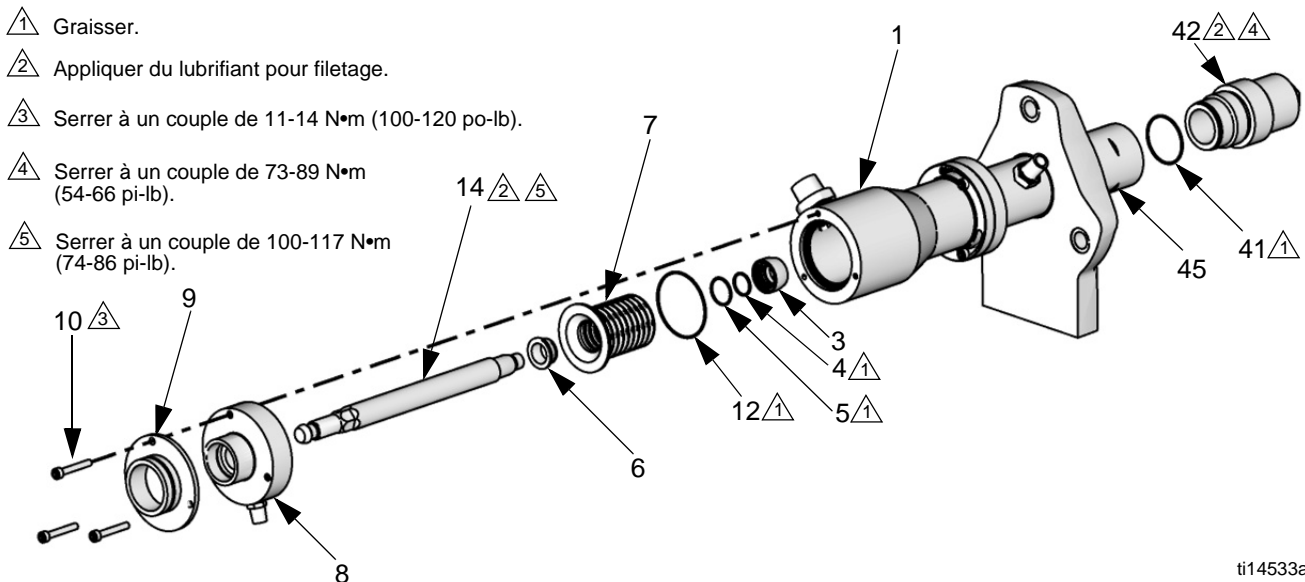

Fig. 6. Remplacer les soufflets.
7. Voir FIG. 6. Tirer sur la tige de raccordement (14) et les soufflets (7) pour les sortir par le haut de la chambre des soufflets (1). Laisser la chambre des soufflets (1) fixée à l'écrou du presse-étoupe.
8. Retirer la douille pour soufflets (6) et les soufflets endommagés (7).
9. Retirer la douille à clips (3). Retirer et jeter les joints toriques (4, 5).
13. Graisser l'extérieur de l'axe de la tige de piston et le piston, à proximité des écrous hexagonaux. Pousser la tige et le piston dans le cylindre (27).
15. Voir FIG. 6, page 12. Mettre le joint torique des soufflets (12) autour des soufflets (7) sans le serrer. Pousser la tige de raccordement (14) avec les soufflets totalement remontés (7) dans la chambre des soufflets (1). Serrer la tige de raccordement avec la main.
16. Tenir l'écrou hexagonal sur la tige de raccordement (14) et utiliser une clé dynamométrique pour faire tourner le piston (45). Serrer à un couple de 100-117 N•m (74-86 pi-lb).
17. Reposer le chapeau supérieur (8) sur la tige de raccordement (14). Ne pas serrer.
18. **En cas de remplacement de la chambre de débordement** : Commander le kit 24E298. (Voir page 25.) Poser le joint en forme de D (106) sur la tige de raccordement (14). Tenir la tige de raccordement avec une clé de 19 mm (3/4 po.). Poser et serrer l'écrou de serrage (105). Serrer à un couple de 11-14 N•m (100-120 po-lb). **Ne pas trop serrer.**
19. Poser un joint torique de chapeau inférieur neuf (41). Graisser et installer le chapeau inférieur (42). Serrer à un couple de 73-89 N•m (54-66 pi-lb).
20. Repousser l'axe du moteur. Glisser sur l'écrou de raccordement (55). Poser les bagues de raccordement (56).
22. **En cas de remplacement de la chambre de débordement** : Introduire le joint torique (102) dans le couvercle (101). Serrer la nouvelle bouteille (103) sur le raccord (104) lorsque le couvercle (101) est fixé.
23. Tourner la tige de raccordement (14) afin d'aligner les orifices du chapeau supérieur (8) avec les orifices de la chambre des soufflets (1). Remonter le chapeau supérieur (8) et l'entretoise de protection (9). Serrer les vis (10) à un couple de 11 à 14 N•m (100 à 120 po-lb).